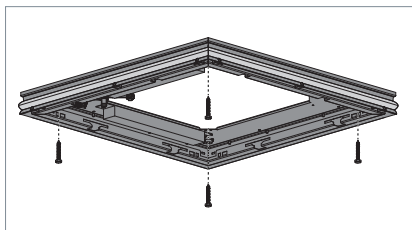

Fig. 4: Avvitare il telaio dell'apparecchio d'illuminazione al soffitto.
- Avvitare il telaio dell'apparecchio d'illuminazione al soffitto con quattro viti idonee, vedi Fig. 4.